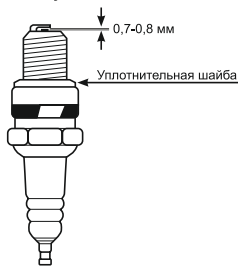

Рис. 15
4. Измерьте зазор между электродами свечи специальным щупом. Зазор должен быть 0,7-0,8 мм (Рис. 15). При увеличении или уменьшении требуемого зазора рекомендуется заменить свечу, так как регулировка зазора может привести к изменению качества искрообразования.